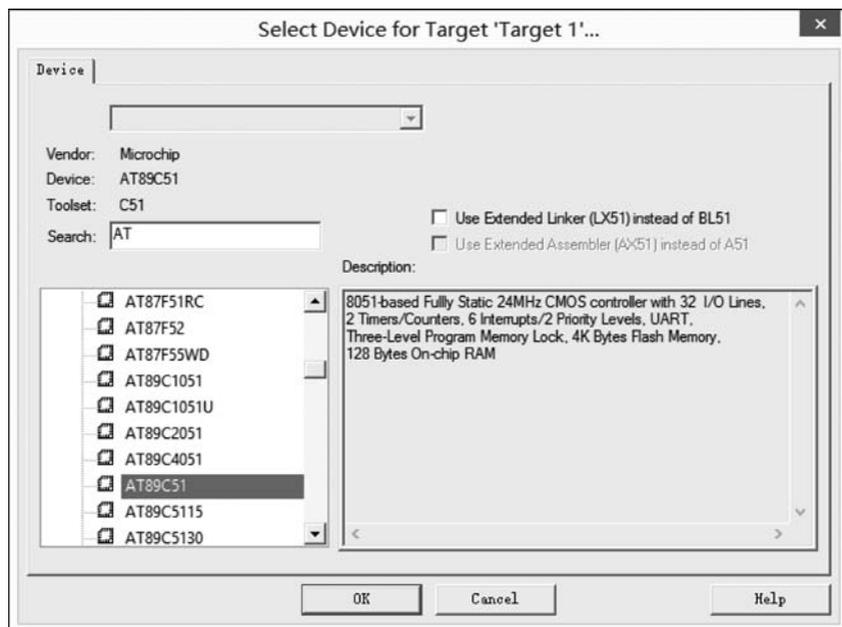

图 5-4 Select Device for Target 'Target 1'...对话框
(2) 在 Create New Project 对话框中选择新建项目文件的位置(为项目建立的文件夹),输入新建项目文件的名称,项目文件类型固定为 uvproj,例如,项目文件名为 example,单击“保存”按钮,将弹出如图 5-4 所示的 Select Device for Target 'Target 1'...对话框,用户